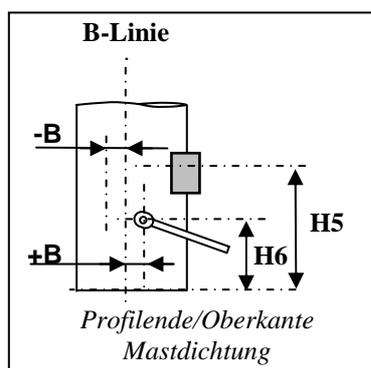

Abb. 9
- Legen Sie Kunststoff-Unterlegscheiben zwischen Bügel und Mast und nieten Sie den Bügel an. **Achtung:** Möglicherweise muss der Bügel vor der Montage durch Biegung an das Mastprofil angepasst werden. Klemmen Sie dazu den Bügel in einen Schraubstock und biegen die Enden vorsichtig. Siehe Abb. 9.